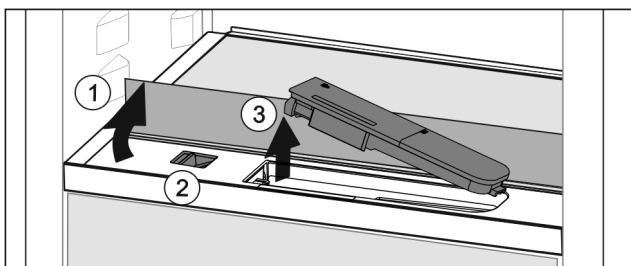

Fig. 35
- ▶ Glasplatte anheben und bis zum Anschlag nach hinten klappen Fig. 35 (1).
- ▶ Schieber Fig. 35 (2) nach links schieben.
- ▶ Wassertank entnehmen Fig. 35 (3).